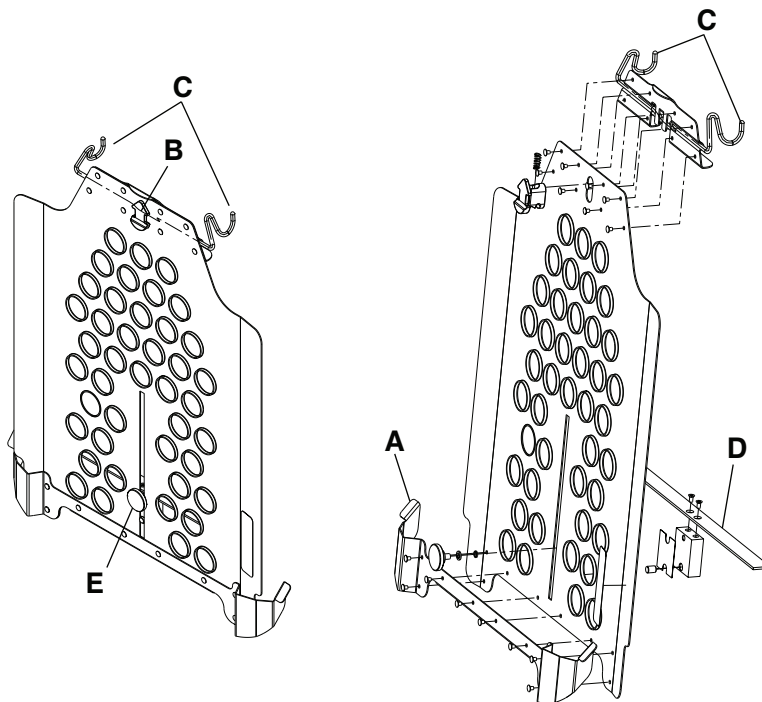

Figura 28 – Suportul casetei pentru radiografii
3. Introduceți ghidajele de reținere inferioare (A) sub bara de pe structura sudată a spătarului Fowler (Figura 28).